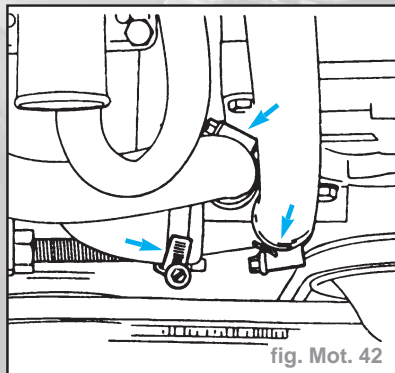

fig. Mot. 42
- les flexibles de liquide de refroidissement - s'assurer que les colliers de serrage sont montés comme représenté sur la fig. Mot. 42.